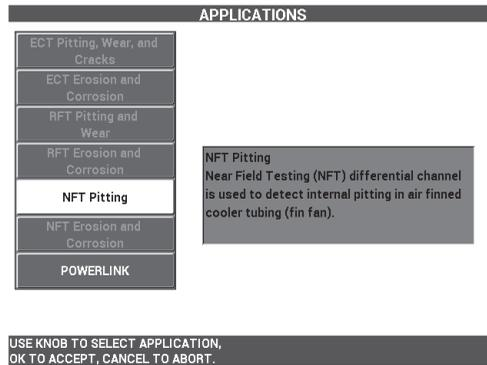

Figura 5-225 Aplicación NFT para picaduras
2. Seleccione la opción **CONTINUE** (continuar) [pulse la tecla de función A] para abrir el menú de selección de aplicaciones; a continuación, gire la rueda de ajuste para seleccionar la aplicación **NFT Pitting** (NFT para picaduras). Después, pulse la tecla ✓ para aceptar (vea la Figura 5-225 en la página 311).